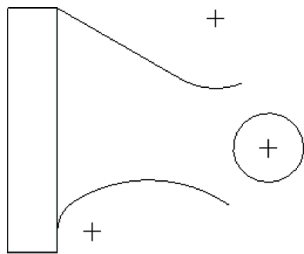

图 2-57 打开模型文件
STEP 01 单击快速访问工具栏中的“打开”按钮，打开模型文件，如图 2-57 所示。